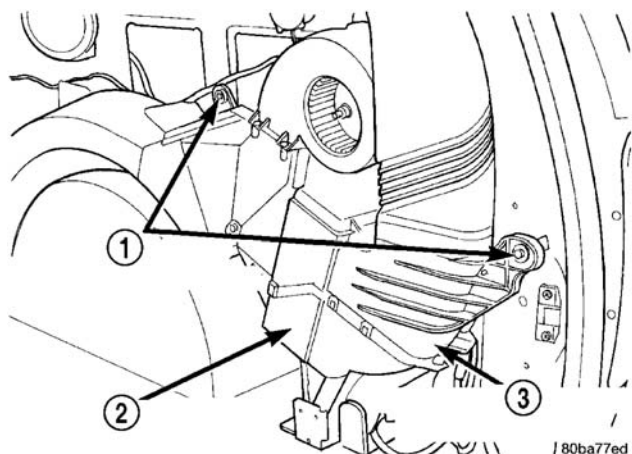

图 8 后空调固定
- (c) 卸下将空调单元装接到后侧围内板的紧固件（图 8）。
- (13) 卸下将座椅安全带导向环装接到后侧围内板的螺栓。
- (14) 向外拉空调单元，并卸下将卷收器装接到后侧围内板的螺栓。
- (15) 卸下将卷收器装接到后侧围内板的螺钉。
- (16) 从车辆上卸下第二座椅安全带卷收器。